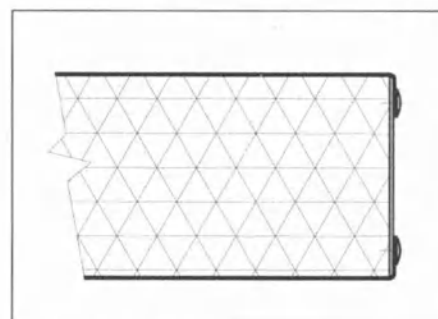

Рис.17 С - с ровным листом металла
- C - с ровным листом металла без замков (рис. 17)